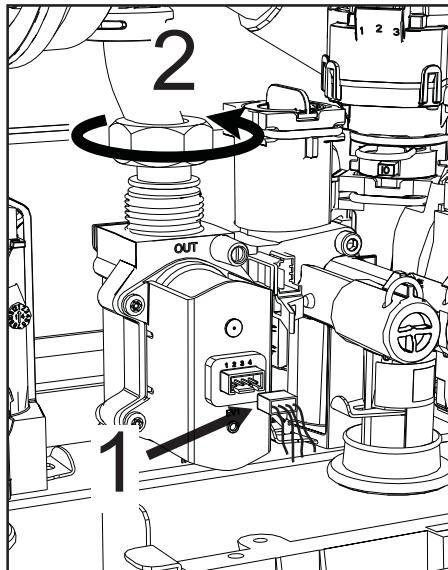

fig. 58
- Scollegare i connettori elettrici "1" (fig. 58).
- Scollegare il tubo di alimentazione gas "2" (fig. 58)